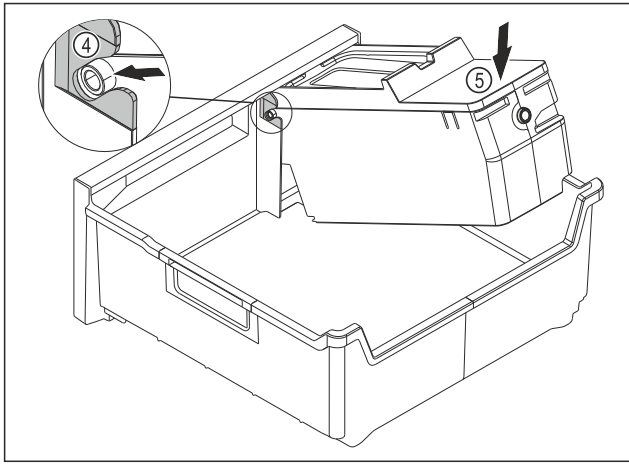

Fig. 86
- ▶ Monter le corps de l'EasyTwist-Ice : Insérer les axes du corps de l'EasyTwist-Ice dans les guides Fig. 86 (4).
- ▶ Appuyer l'arrière du corps de l'EasyTwist-Ice Fig. 86 (5) vers le bas.